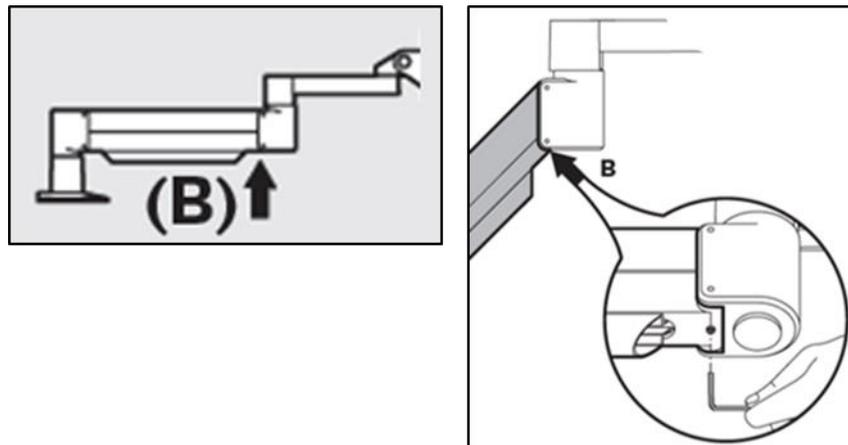

Figure 4-6. Desserrer la vis de réglage de contrepoids B
- Remplacez le bras à l'horizontale. Desserrez la vis de réglage de contrepoids B en la tournant d'au moins un $\frac{1}{2}$ tour. Utilisez une clé Allen 3/32. Voir la figure 4-6.
- Placez le bras à l'horizontale et serrez la vis de réglage de contrepoids B jusqu'au contact, puis serrez de $\frac{1}{2}$ à $\frac{3}{4}$ de tour maximum. Voir la figure 4-6.